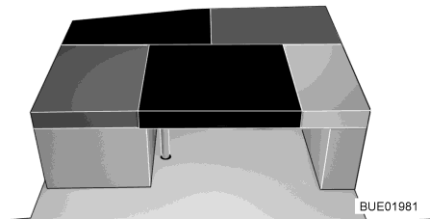

Fig. 166 Después de la transformación
- Colocar el cojín adicional rectangular en la mesa (entre el cojín del asiento y el cojín del respaldo del asiento lateral, véase Fig. 166).